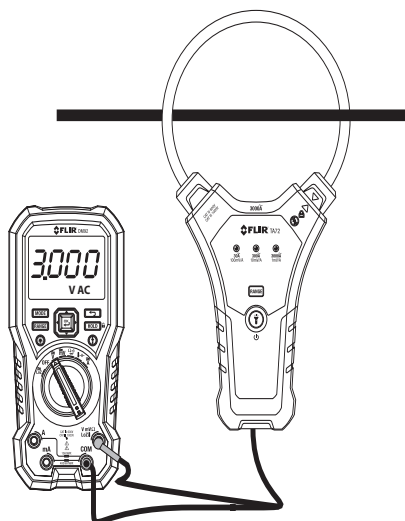

Рис. 5-1. Подключение к ЦММ
2. С помощью кабеля со штекерами типа «банан» подключите адаптер зажима к входным разъемам ЦММ (рис. 5-1).